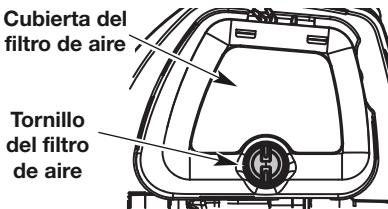

Fig. 22
- Gire el tornillo del filtro de aire hacia la derecha hasta que el tornillo del filtro de aire esté apretado (Fig. 22).
- Abra la cubierta del filtro de aire desenroscando el tornillo del filtro de aire (Fig. 22).